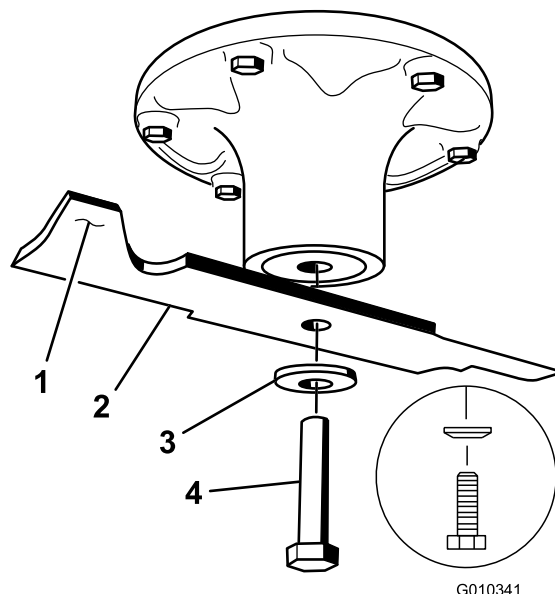

Figura 69
2. Retire del eje el perno de la cuchilla, la arandela curva y la cuchilla (Figura 69).
1. Instale la cuchilla en el eje (Figura 69).
2. Instale la arandela curva (con la copa hacia la cuchilla) y el perno de la cuchilla (Figura 69).